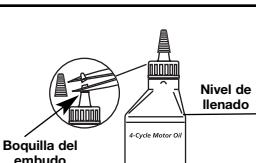

Fig. 6
- Deslice la manija en J hacia dentro o hacia fuera hasta que la flecha o línea blanca de la calcomanía toque el ensamblaje de abrazaderas (Fig. 6).